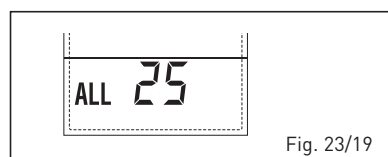

Fig. 23/19
– **ANOMALÍA SONDA AUXILIAR (S3) “ALL 26” (fig. 23/20)**